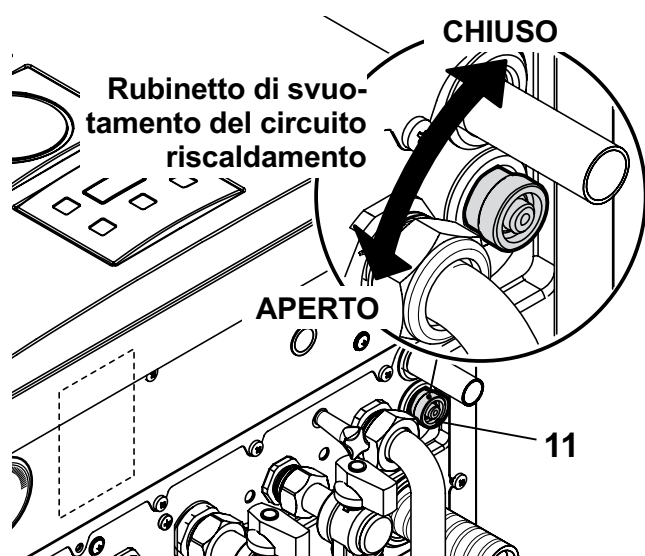

Figura 9.6
- Allentare il rubinetto di svuotamento del circuito riscaldamento 11 indicato in Figura 9.6 .